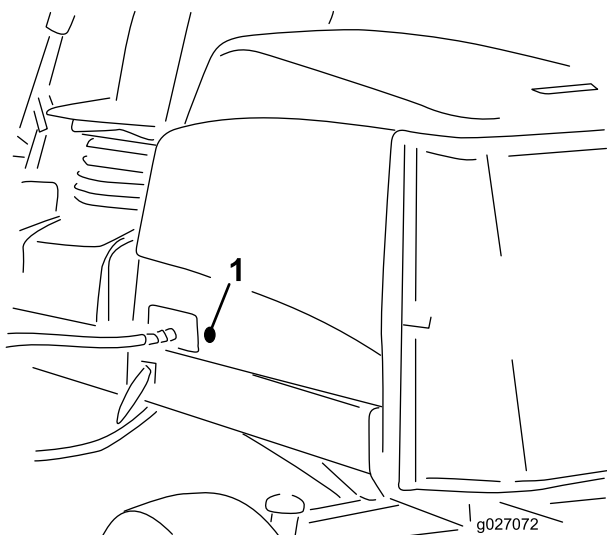

Figura 35
2. Scoatei garnitura din cauciuc din orificiul din partea stângă a capotei (Figura 35).